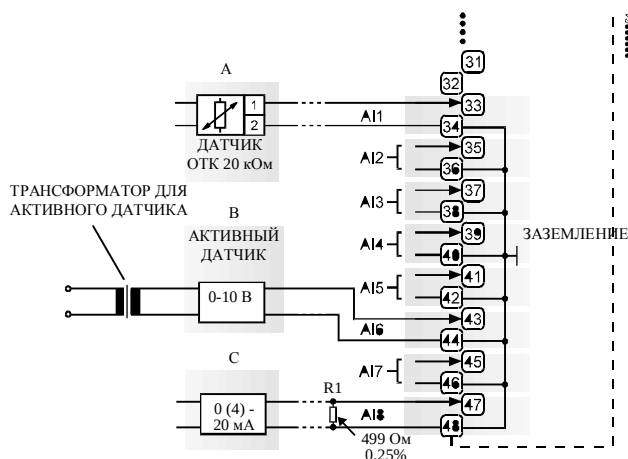

Рис. 22. Аналоговые входы, подключение датчиков
0 (4) ... 20 мА (с внешним резистором 499 Ом $\pm$ 0,25% (см. рис. 22))